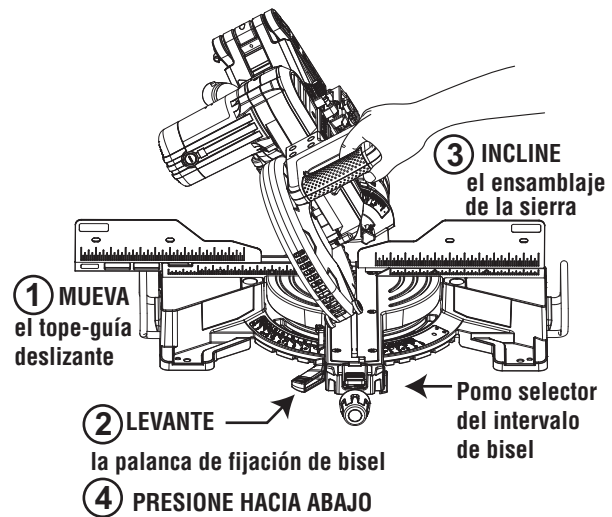

Figura 51
1. Mueva el tope-guía deslizante izquierdo hacia fuera para que no toque el ensamblaje de la sierra y fíjelo de nuevo (Figura 51).
1. Mueva el tope-guía deslizante derecho hacia fuera para que no toque el ensamblaje de la sierra y fíjelo de nuevo (vea la figura 51).
1. Mueva los topes-guía deslizantes izquierdo y derecho hacia fuera para que no toquen el ensamblaje de la sierra y fíjelos de nuevo (vea la figura 51).